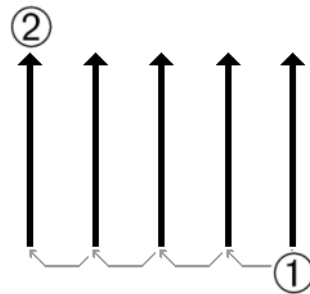

Abbildung 49: Festgelegte Laufrichtung
In der Abbildung 49 sind die Varianten nochmals schematisch dargestellt. Die Suche beginnt jeweils im Startpunkt ① und endet im Punkt ②.